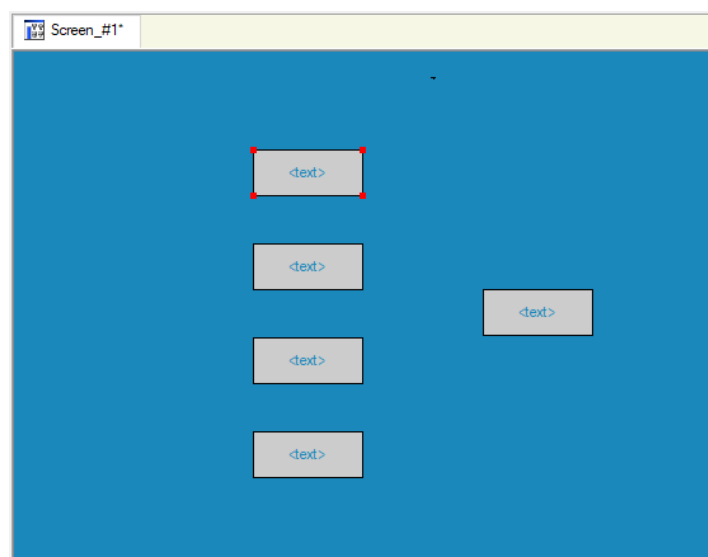

Рисунок 1 – Розташування п'яти GE **Текст** на екрані
1.3 Розмістити на екрані, як показано на рис. 1, п'ять GE **Text** (Текст) для відображення чисельного значення чотирьох вхідних змінних **X₁**, **X₂**, **X₃**, **X₄** та одного вихідного значення **Y** логічної функції.